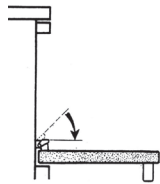

Bild 34
- Die Tür langsam ganz öffnen, Klipps an den Türscharnieren wieder zurückklappen (Bild 34).